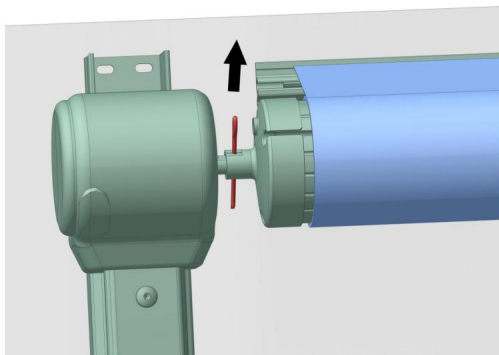

Figura D18
3.7.3 Retire el pasador de seguridad de la cubierta del extremo del lado no motor del carrete (Figura D18), suelte el brazo plegable y apriete el rollo de tela con fuerza.